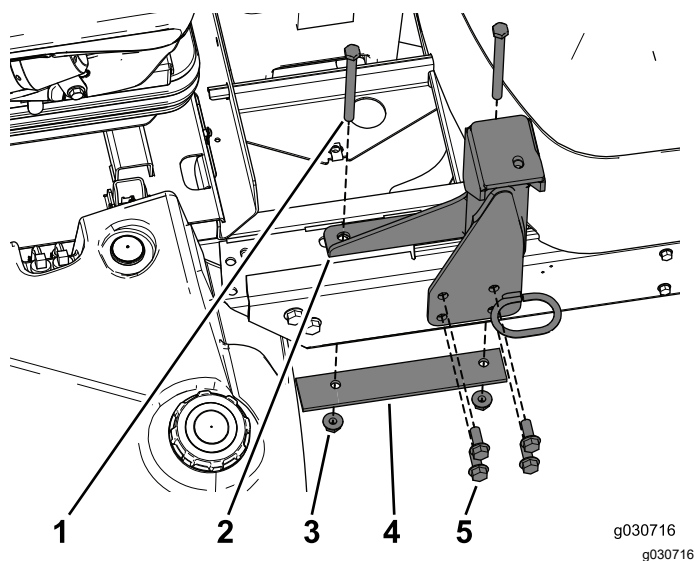

Figure 20
1. Utilisez les nouvelles fixations pour monter le support arrière gauche sur le cadre (Figure 20).